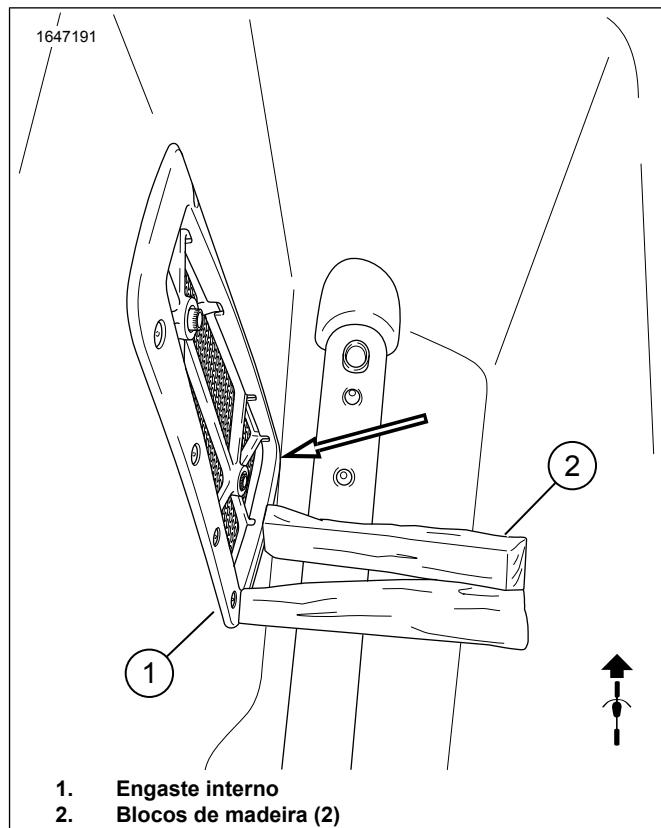

Figura 14. Cunha de madeira
9. Ver a Figura 14. Para maximizar o desempenho da vedação, usar cunhas de madeira no engaste interno (1). Manter no lugar por 24 horas.